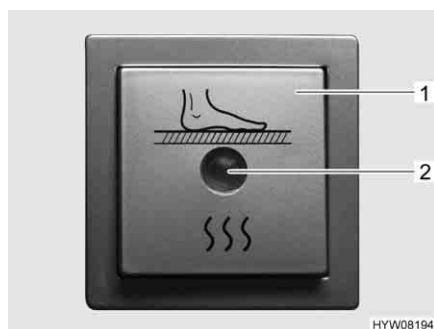

Fig. 134 Interruttore per riscaldamento elettrico del pavimento
- Premere l'interruttore a bilico (Fig. 134,1). La spia di controllo nell'interruttore (Fig. 134,2) si accende.
- Premere l'interruttore a bilico (Fig. 134,1). La spia di controllo (Fig. 134,2) nell'interruttore si spegne.